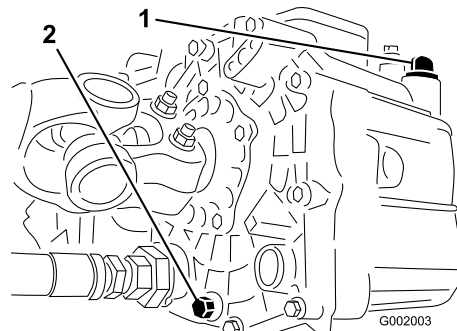

Figura 68
3. Retire o bujão de escoamento da parte lateral do reservatório e deixe o fluido hidráulico escorrer para o recipiente (Figura 68).